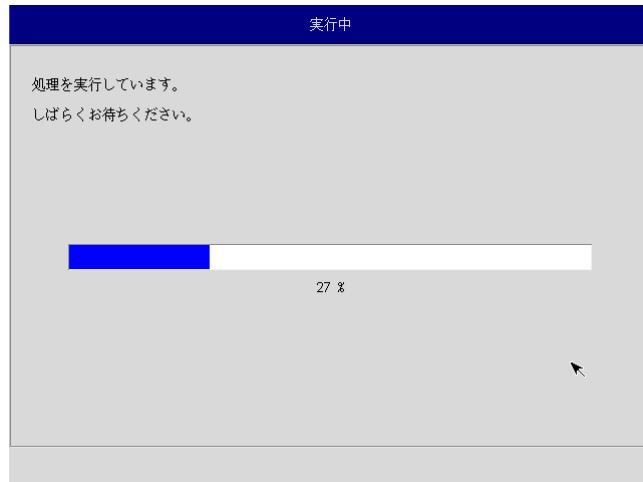

図5-2-7. 実行中画面
- ⑫ 実行中画面（図5-2-7）が表示され、処理が開始されます。実行中はリカバリUSBメモリ、保存メディアを外さないでください。また、電源を落とさないようにしてください。